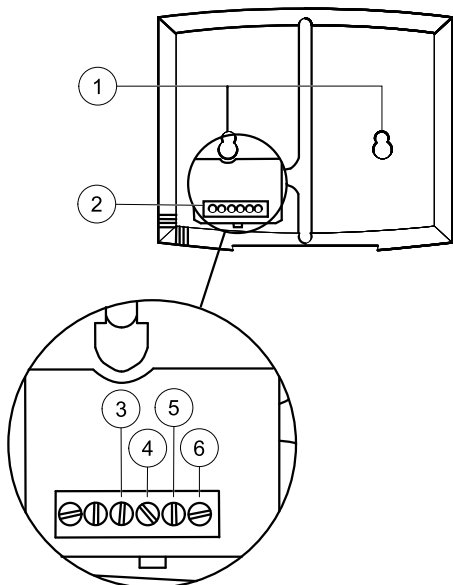

Рис. 14 Электрические соединения пульта управления
Панель управления поставляется присоединенной к контроллеру Corrigo, расположенному в соединительной коробке. Длина кабеля — 10 м. Чтобы отсоединить пульт управления от сигнального кабеля, можно отсоединить провода на его задней части (рисунок 14).
2. При необходимости просверлите в стене два отверстия для подвешивания шкафа автоматики (межцентровое расстояние — 60 мм) (поз. 1, рисунок 14).